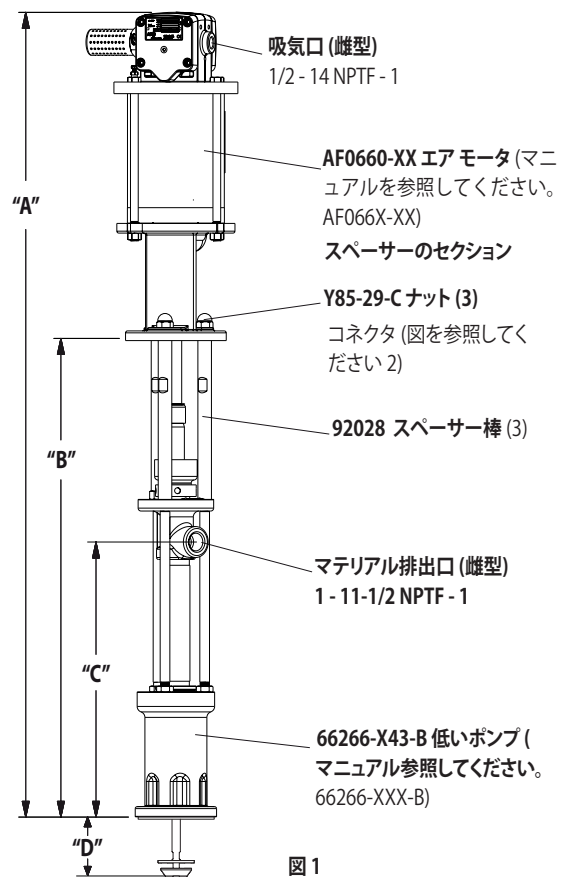

図 1
2. 3 つの (Y85-29 C) ナット 3 スペーサー棒から削除します。(図 1 を参照)。